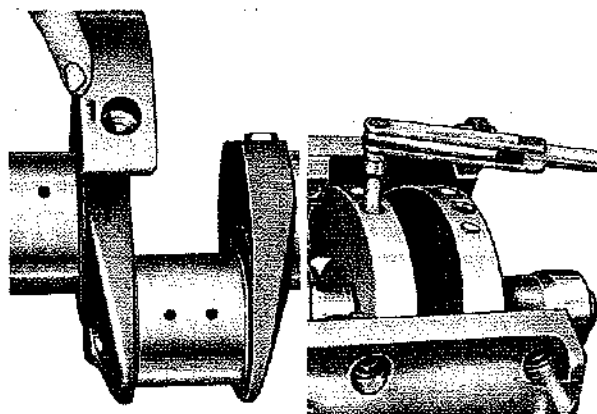

Fig. 24
- Montare i contrappesi sull'albero controllando la corrispondenza dei riferimenti (Fig. 24), centrarli nelle spine, allineare i piani di contatto, sostituire le rosette elastiche con rosette piane e serrare a 20 kgm. Controllare che lo spostamento assiale rilevato dal tastatore di un comparatore sul contrappeso, non sia superiore a mm. 0,05 su una rotazione.